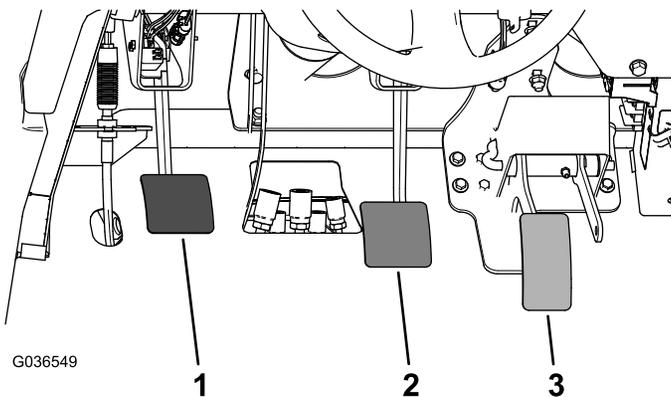

Рисунок 61
2. Поднимайте педаль тормоза, (**Рисунок 61**) пока она не коснется рамы.
3. Ослабьте контргайку крепления вилки к валу главного тормозного гидроцилиндра (**Рисунок 61**).